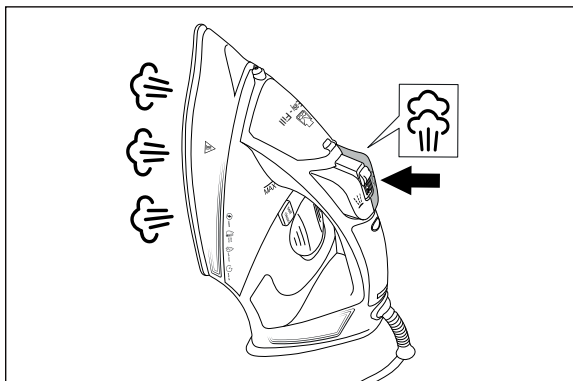

Afb. 6
- 3) Druk meermaals met tussenpozen van ca. 5 seconden kort op de stoomstootknop  **4** (zie afb. 6).
- 5) Richt de watersproeikop **1** op een handdoek en druk ca. 20 keer op de knop voor de sproeifunctie **5** (zie afb. 6).